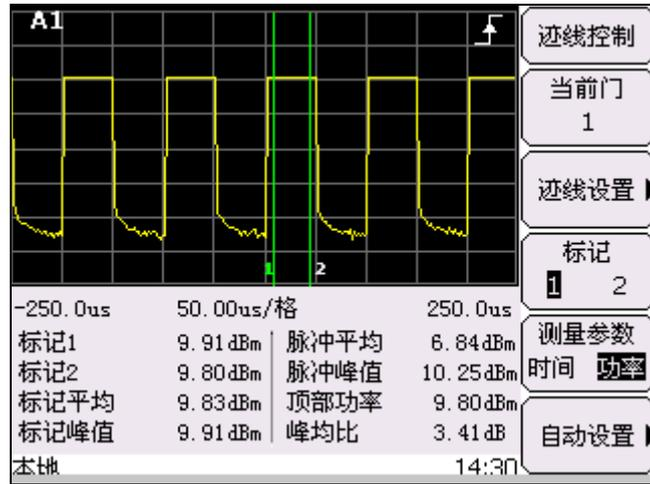
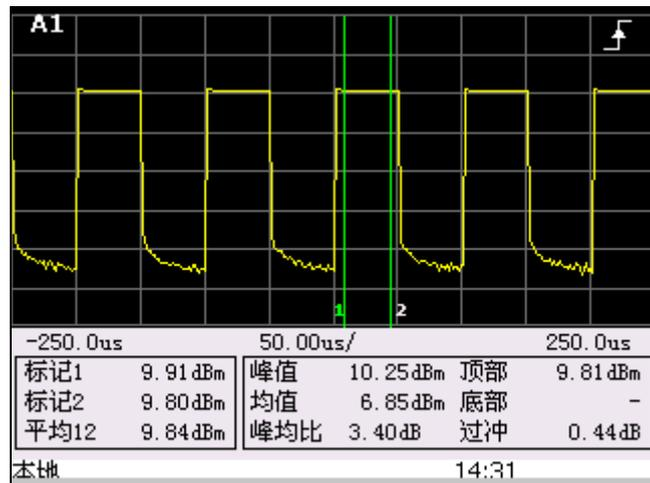

图 5-3 扩展窗口显示波形
图 5-4 全窗口幅度参数显示
- 10) 按向上箭头【↑】按键，重新选择波形窗口；按下【窗口】按键，当前显示窗口的迹线在切换到扩展窗口显示，如图 5-3 所示；再次按下【窗口】按键，切换到全屏显示，如图 5-4 所示。